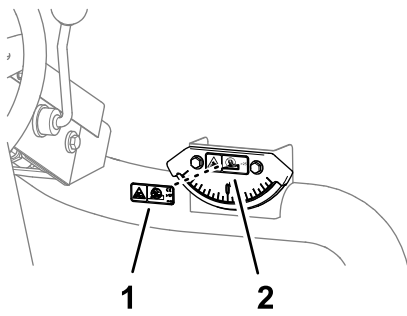

Bild 39
1. Reinigen Sie den Neigungsaufkleber auf dem Neigungsanzeiger mit Alkohol und lassen Sie den Aufkleber trocknen (Bild 39).
2. Entfernen Sie die Trägerfolie und kleben Sie den CE-Aufkleber für die Neigungsgefahr auf den Aufkleber für die Neigungsanzeige (Bild 39).